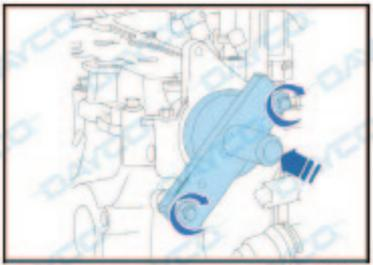

Fig. 1.5
- Monte la plantilla - herramienta de bloqueo en la parte trasera del eje de levas de descarga (Fig. 1.5).